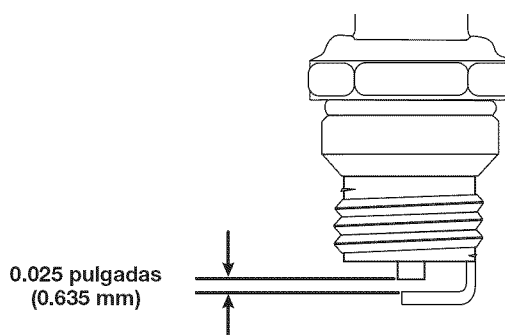

Fig. 13
4. Use un calibrador de hoja para ajustar abertura de la bujía a **0.025 pulgadas (0.635 mm)** (Fig. 13).